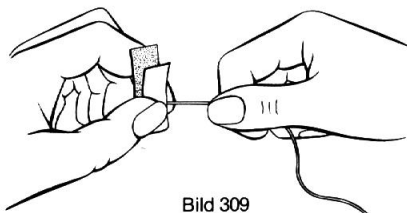
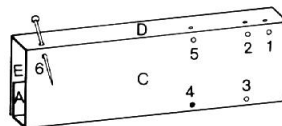
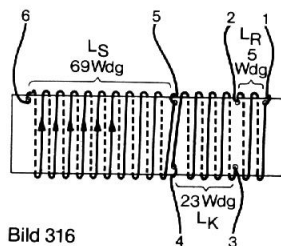

Bild 309
Bild 315
Bild 316
Die Isolierschicht muß an den Anschlußstellen mit Schleifpapier (Teil 72) entfernt werden, weil sonst die Gefahr besteht, daß es keinen Kontakt gibt (Bild 309).
- () Löcher 1–6 mit Stecknadel einstecken (Bild 315). 1 bis 6 sind Anschlußbezeichnungen. Bild 316 zeigt das Wickelschema der MW-Spule mit den Anschlüssen 1–6. Alle Anschlußenden sind 100 mm lang und müssen mit dem Schleifpapier (Teil 12) 20 mm lang abisoliert werden (Bild 309).
Beide Enden sind 100 mm lang und müssen 20 mm lang abisoliert werden (Bild 309).